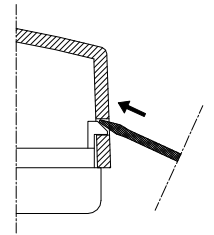
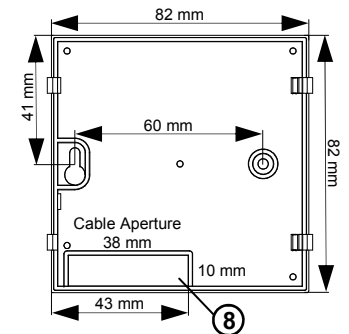

Fig. 3
Fig. 4.
1. Sollevare la manopola facendo leva con un cacciavite nell'apposito invito (2).
2. Rimuovere la calotta plastica spostando verso l'interno, con l'aiuto di un utensile, i due dentini plastici (3) posti sul fianco destro.
3. Fissare la base del termostato alla parete tramite le due sedi per viti con interasse 60 mm (Fig. 4).
2. Remove plastic cover by moving to the inner side, through the use of a tool (Fig. 4), the two plastic teeth (3) located on the left side (Fig. 3) of the thermostat.
4. Make the electrical connections, routing the wires through the rectangular opening (8) and following to the diagram of Fig. 4.